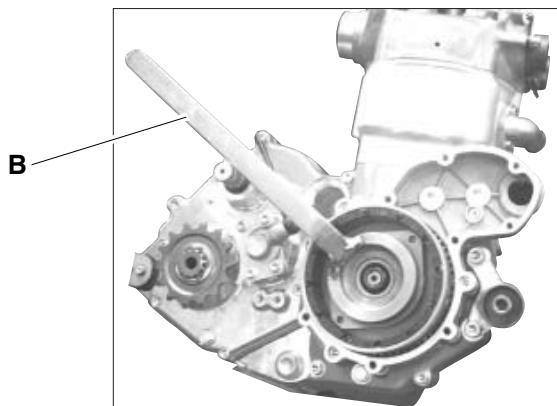

Fig. 52
2. Bloccare il volano con l'attrezzo B, e svitare il dado al centro girandolo in senso orario (Fig. 52).
2. Lock the flywheel using tool B and unscrew the center nut rotating it clockwise (Fig. 52).
2. Das Schwungrad mit dem Werkzeug B blockieren und die Mutter in der Mitte im Uhrzeigersinn abschrauben (Abb. 52).
2. Bloquer le volant de moteur au moyen de l'outil B et dévisser l'écrou au milieu, en le tournant dans le sens des aiguilles d'une montre (Fig. 52).